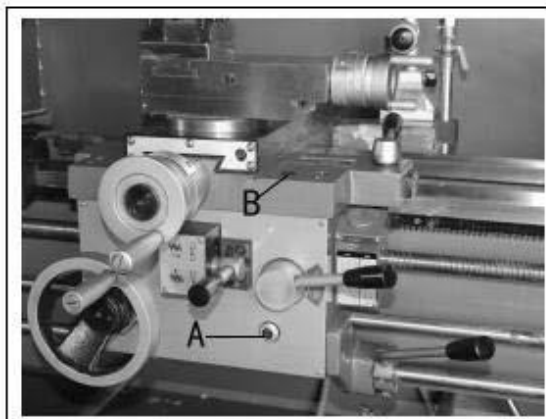

Рисунок 7
**Фартук** - масло должно быть до отметки индикатора в смотровом стекле для масла (А, рис.7). Долейте доверху маслом MobilDTE®. Для заполнения снимите масляный колпачок (В, рис.7) на верхней части фартука. Для слива снимите